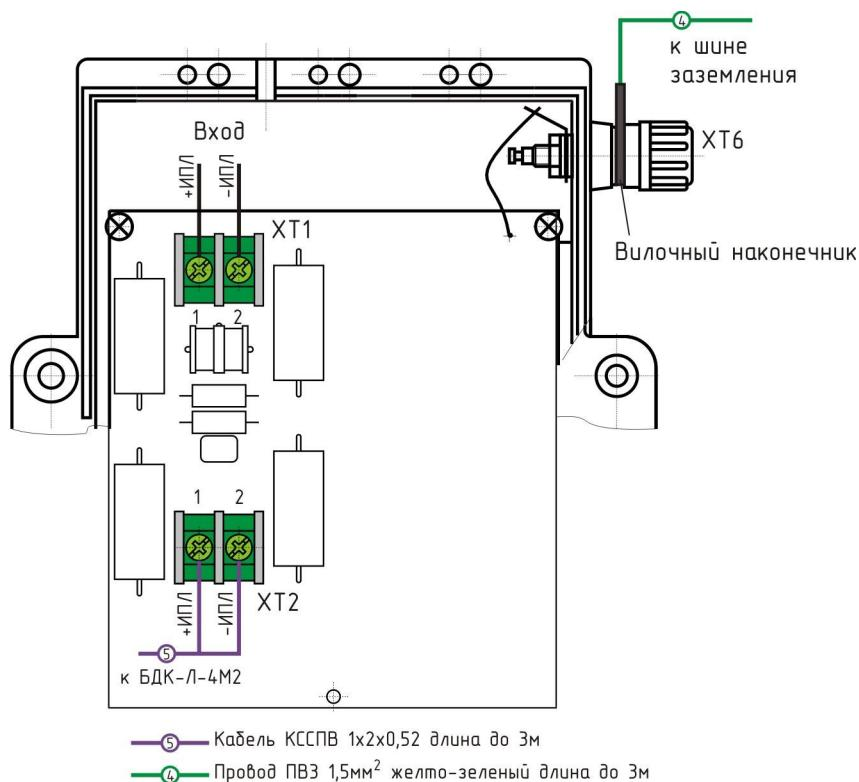

Рисунок 27 - Подключение блока грозозащиты ГР-1
6) Подключить блок ГР-1 к шине заземления проводом ПВЗ сечением $1,5 \text{ мм}^2$ и длиной до 3 м (рисунок 27). Для оконцевания жил медного провода заземления ПВЗ установить вилочный наконечник опрессовкой с помощью пресс-клещей.